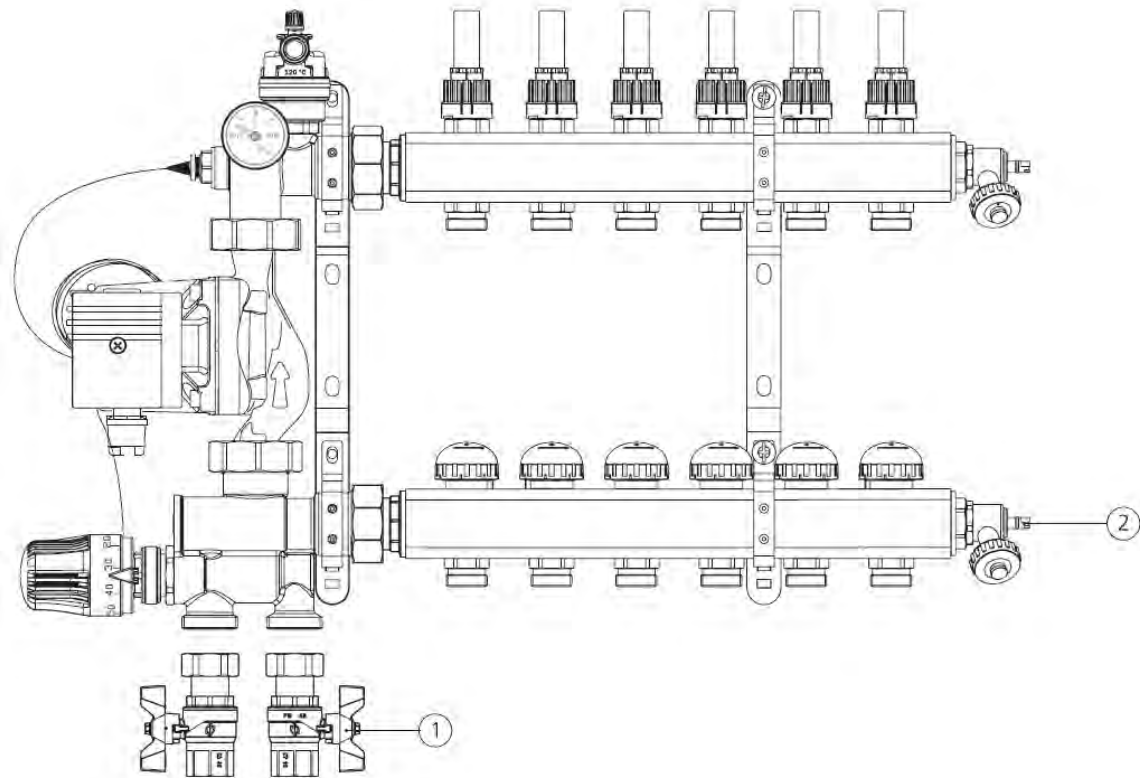

Рисунок 5
- 2) закрыть шаровые краны (рис. 5, поз. 1) и все запорные клапаны (или расходомеры) коллекторной группы;
- 3) слить теплоноситель через нижний коллектор с помощью сливного клапана (рис. 5 поз. 2);